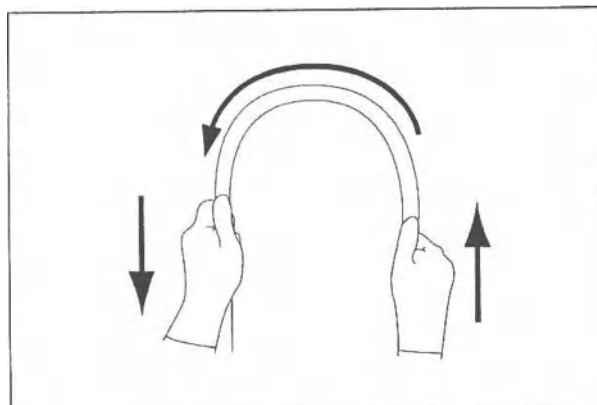

Рис. 3.3
5. Двумя руками сверните вводимую трубку эндоскопа в полукольцо. Затем передвигая руки в направлении, указанном стрелками на Рис. 3.3, убедитесь в том, что вводимая трубка по всей длине легко сгибается в полукольцо и что вводимая трубка пластична. Проверку эндоскопов с механизмом регулировки жесткости проводите как при самом гибком, так и при самом жестком состоянии вводимой части (только для эндоскопов с механизмом регулировки жесткости).